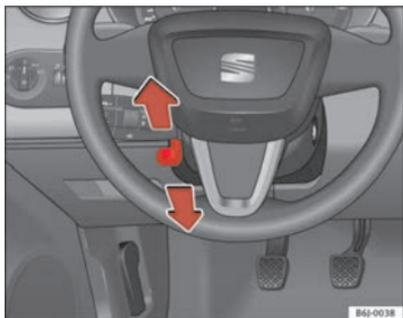

Fig. 92 Réglage en hauteur du volant
- Poussez le levier ⇒ fig. 92 situé sous la colonne de direction vers le bas ⇒ ⚠.
- Réglez le volant jusqu'à ce que vous obteniez la position souhaitée ⇒ fig. 92.
- Réglez le siège du conducteur ou le volant de sorte que la distance entre celui-ci et votre thorax soit au moins de 25 cm ⇒ fig. 92. Si vous ne respectez pas cette distance minimale, le système d'airbags est dans l'incapacité de vous protéger – danger de mort !